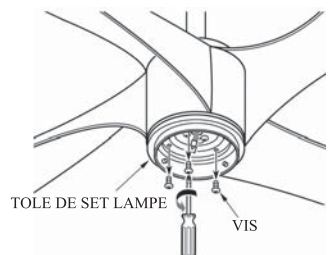

FIG.18
3. Retirez les 3 vis de la plaque du kit d'éclairage et conservez-les pour un usage futur. (Voir Fig. 18)